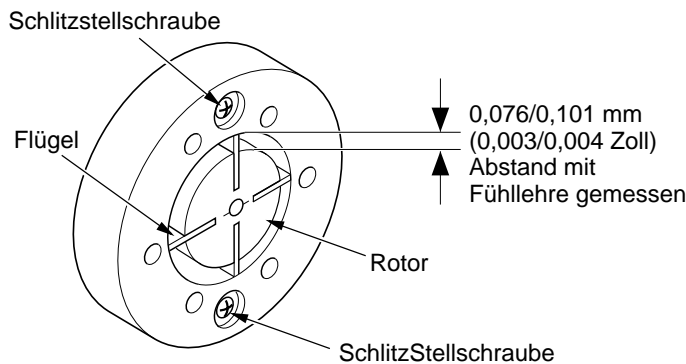

Abbildung 24 - Lage der Schlitz stellschrauben
9. Den Rotorschlitz überprüfen. Bei Bedarf auf 0,076/0,101 mm (0,003/0,004 Zoll) einstellen (siehe Abb. 24).